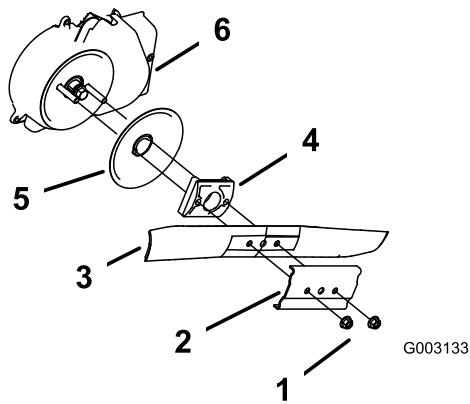

Figure 45
3. Retirez les 2 écrous de la lame et le renfort (Figure 45).
4. Déposez la lame (Figure 45).
5. Déposez le dispositif d'entraînement de la lame et le disque (Figure 45).
6. Déposez la protection du débrayage de frein de lame (Figure 45).
10. Reposez la lame et le renfort déposés précédemment (Figure 45).